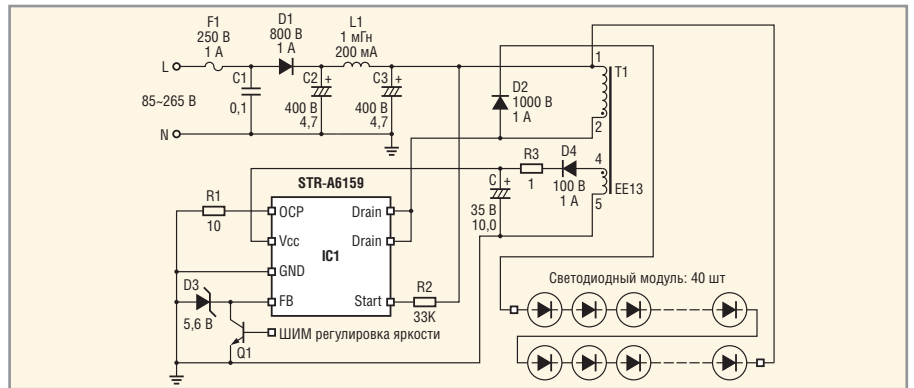

Рис. 3. Электрическая принципиальная схема драйвера светодиодов
- Start-up (вывод 5) – непосредственно или через гасящий резистор подключается к выходу сетевого выпрямителя (к конденсатору C3 на рис. 3), внутри микросхемы этот вывод соединён с источником постоянного тока (790 мкА). В момент подачи сетевого напряжения начинается заряд конденсатора, подключённого к выводу Vcc (на рис.3 – C4), и при напряжении  $V_{\text{сн}} \approx 17,5$  В микросхема начинает работать, источник постоянного тока отключается и мощность потребления контроллера микросхемы уменьшается до нескольких милливатт, при  $C = 22$  мкФ время запуска  $t_{\text{start}} \approx 0,487$  с, рекомендуемый диапазон ёмкостей внешнего конденсатора 4,7...22 мкФ. Для более устойчивой
работы SMPS рекомендуется подключать вывод Start-up к сетевому выпрямителю через резистор 10...47 кОм (R2 на рис. 3);
- $V_{CC}$  (вывод 2) – через него подаётся напряжение питания на контроллер микросхемы, до запуска ток  $I_{CC}$  не превышает 50 мкА, после запуска он увеличивается примерно до 4 мА, режимы пуск/стоп осуществляются с гистерезисом 17,5 В/10 В. Для более устойчивой работы SMPS вывод  $V_{CC}$  подключается к выпрямительному диоду через резистор 1...10 Ом (R3 на рис. 3);
- FB/OLP (вывод 4) – вход таймера выключения (OFF-timer) и формирователя постоянного управляющего напряжения (Constant-voltage control). В отличие от ШИМ-управления, PRC базируется на фиксированном времени выключения (off-time) и изменении длительности импульсов управления на рабочих интервалах (on-time). В схемах SMPS на вывод обычно подаётся сигнал обратной связи, как правило, через оптрон от вторичных выпрямителей, в схеме драйвера светодиодов (см. рис. 3) вывод 4 может шунтироваться открытым транзистором Q1 при подаче на его базу ШИМ-сигнала управления яркостью свечения светодиодов;